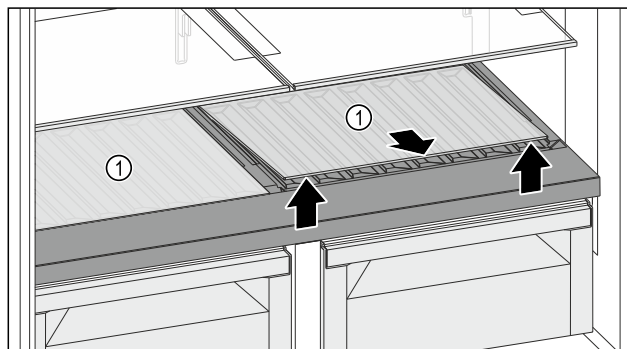

Fig. 122
- Повдигнете една или и двете стъклени плочи Fig. 122 (1) при прореза отпред и извадете.
- Съхранявайте стъклената(ите) плоча(и) Fig. 122 (1) на сигурно място извън уреда.